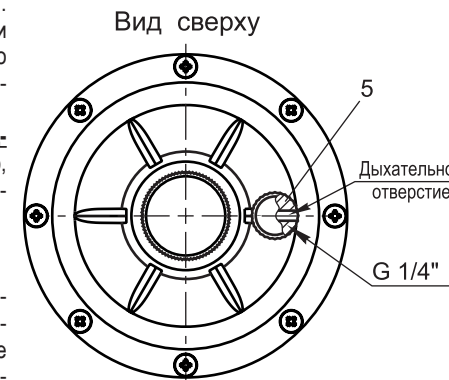

Рис. 6
4.2.12 В заглушке дыхательного отверстия 5 (см. рис. 6) выполнено отверстие малого диаметра. Для нормальной работы регулятора необходимо
4.6.2 Для пломбировки используйте проволоку диаметром 0,8 - 1,5 мм, которую необходимо протягивать через отверстия, расположенные в защитной пробке и плоскости соединения корпусных деталей (рис. 6, места А и Б). Пломбировка места Б произведена на заводе-изготовителе. Пломбировка места А осуществляется после настройки регулятора на необходимое выходное давление.